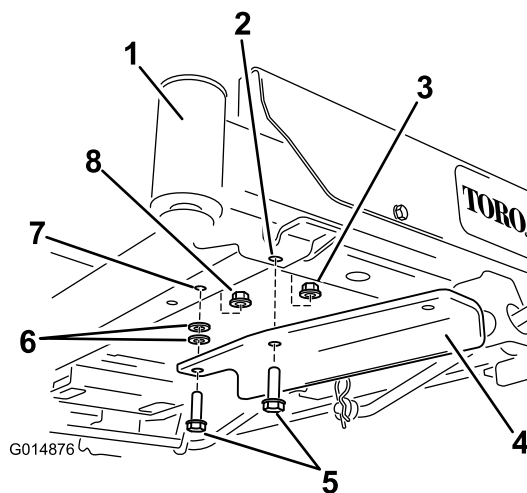

Figure 6
- Machines sans pédale d'aide au levage : fixez le support avec 2 boulons ($\frac{3}{8}$ " x $1\frac{1}{4}$ "), 2 rondelles et 2 contre-écrous ($\frac{3}{8}$ ") (Figure 6).